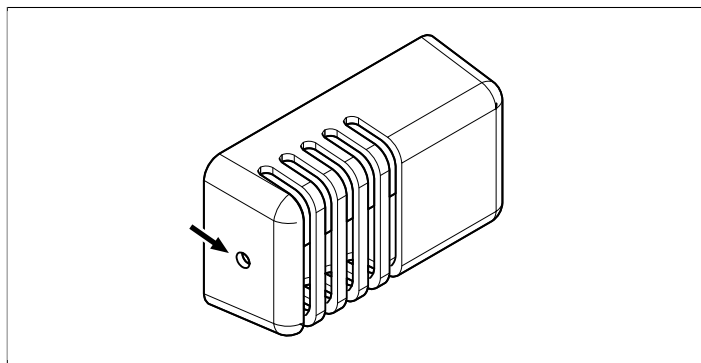

Abb. 23: Zurücksetzen des Temperaturschutzes am Sensor
- Der Temperaturschutz am Sensor soll die Überhitzung des Holzes in der Sauna verhindern. Wenn der Temperaturschutz am Sensor ausgelöst wurde, wird der Strom zum Ofen unterbrochen. Wenn die Temperatur in der Sauna gesunken ist, kann er zurückgesetzt werden. Vorher sollte aber die Ursache der Überhitzung geklärt werden. Das Zurücksetzen erfolgt durch Drücken der federnden Taste, z. B. mit einer Büroklammer, siehe **Abb. 23**, Seite 14.